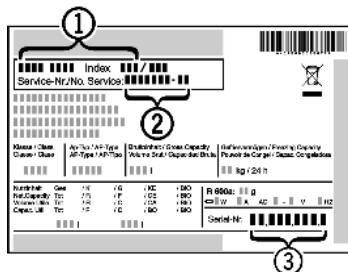

Fig. 7
- Наименование устройства *Fig. 7 (1)*, сервисный № *Fig. 7 (2)* и серийный № *Fig. 7 (3)* считайте с заводской таблички. Заводская табличка находится внутри устройства слева.
- Обратитесь в сервисную службу и сообщите вид неисправности, наименование устройства *Fig. 7 (1)*, сервисный № *Fig. 7 (2)* и серийный № *Fig. 7 (3)*.